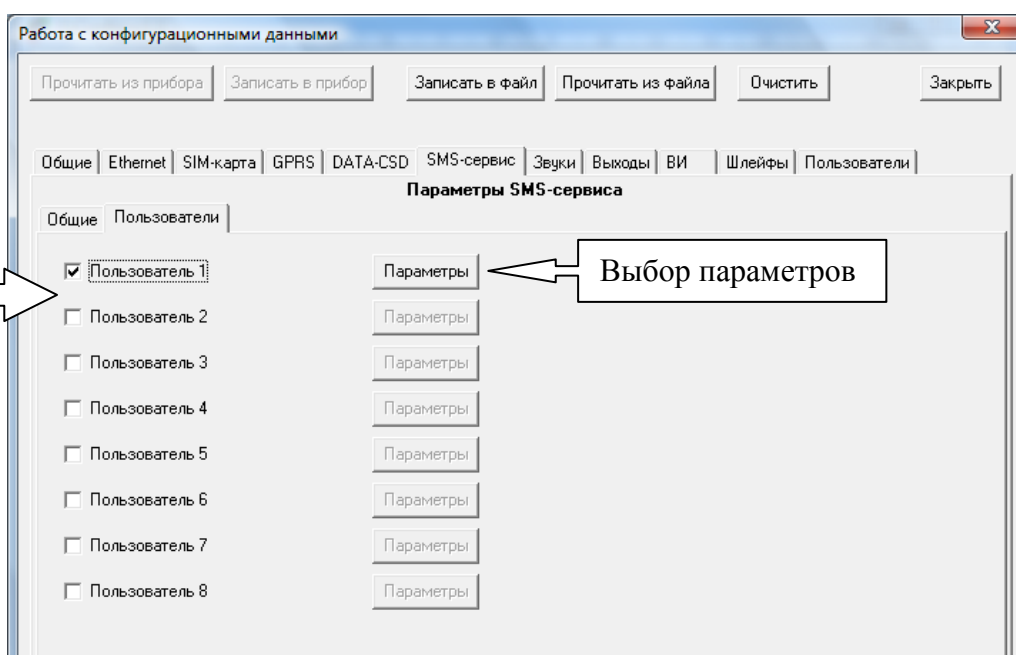

Рис. 22 – Вкладка «Пользователи» параметров SMS сервиса
- вкладка «Пользователи» (рис.22).